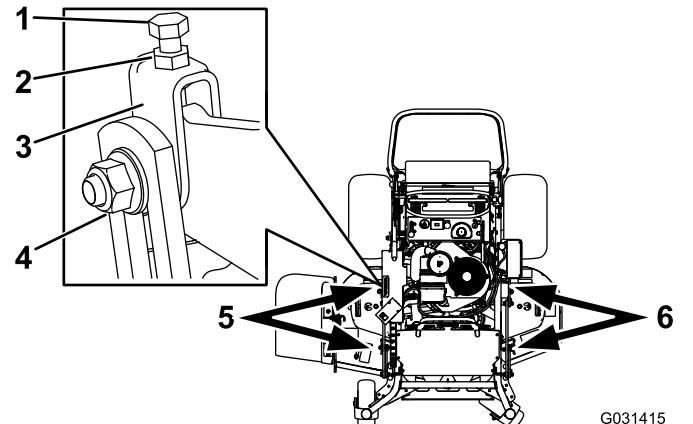

Bild 88
- Lockern Sie die seitliche Mutter und Klemmmutter in den Jochs, die Sie einstellen möchten (Bild 88).
- Drehen Sie die obere Schraube der Jochs, um die Höhe des Mähwerks einzustellen (Bild 88).